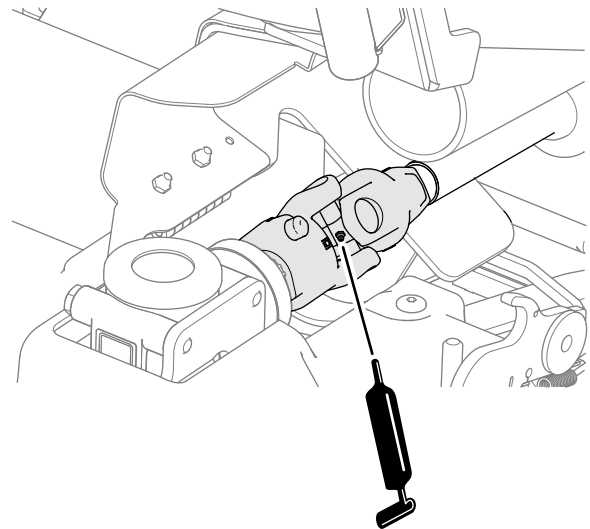

Figura 52
- Spingete in avanti il giunto cardanico dell'albero di trasmissione verso la scatola a ingranaggi del tosaerba (Figura 52).